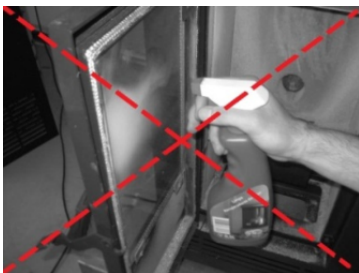

Figure 114 – Nettoyage incorrect
a) Ouvrez la trémie en déplaçant le loquet latéralement et en soulevant le couvercle (Figure 114).
c) Fermez le couvercle du réservoir et allumez l'équipement, en appuyant dessus comme illustré à la Figure 114.